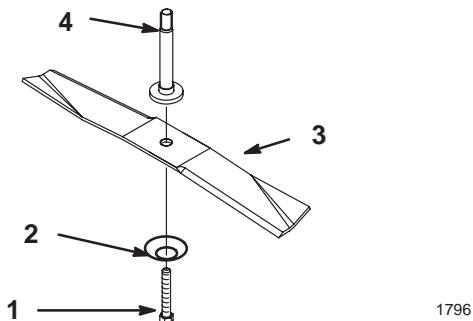

Figure 27
- Installez la lame, la rondelle bombée et le boulon de fixation (Fig. 27).